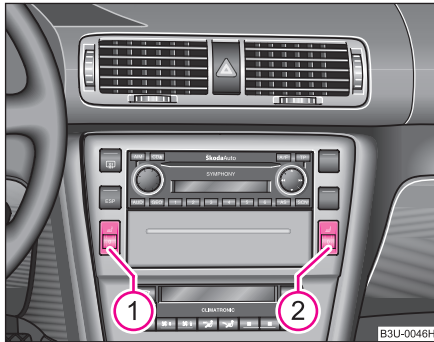

Fig. 63 Tabloul de bord: Regulator rotativ pentru încălzirea scaunelor din față
- Prin rotirea rotitelor ① și ② ⇒ pagina 81, fig. 63 puteți activa și regla încălzirea scaunului conducătorului și al pasagerului din dreapta.